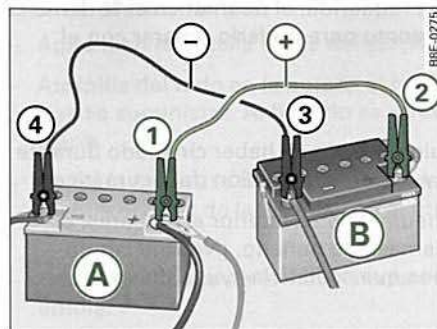

Fig. 241 Ayuda de arranque con la batería de otro vehículo: A - descargada, B - cargada
1. Fije un extremo en el polo positivo (1) ⇒ fig. 241 de la batería descargada (A).
2. Fije el otro extremo en el polo positivo (2) de la batería cargada (B).
Le rogamos que tenga en cuenta que el procedimiento de conexión de los cables de ayuda de arranque que está descrito más arriba tiene como fin que su vehículo obtenga ayuda de arranque. En el caso que sea su vehículo el que otorga ayuda de arranque, el cable de negativo (-) no se debería embornar al polo negativo de la batería descargada ⇒ *página 290, fig. 241* ④ sino a una pieza de metal maciza que esté atornillada al bloque motor o bien al mismo bloque motor. Si la batería del vehículo que recibe corriente no dispone de un respiradero hacia el exterior hay peligro de explosión por gas detonante. ■